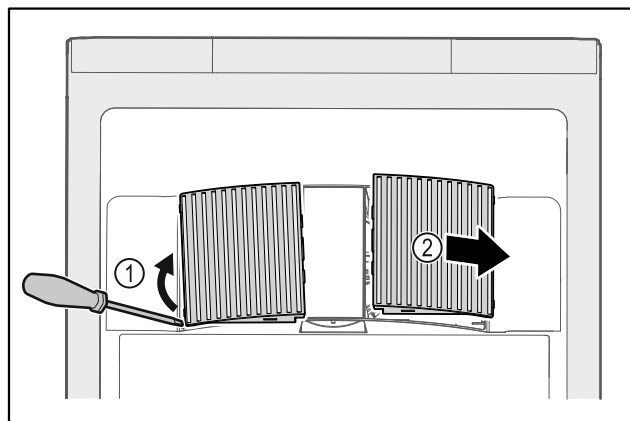

Fig. 58
- ▶ Bänd försiktigt loss fläktkåporna på sidan Fig. 58 (1) och ta av dem framåt Fig. 58 (2).